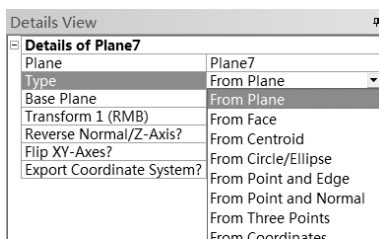

图 2-6 新建平面设置面板
(1) New Plane (创建新平面): 选择此命令后, 会在 Details View 窗口中出现如图 2-6 所示的平面设置面板, 在 Details of Plane7 Type 中显示了 8 种设置新平面的类型。